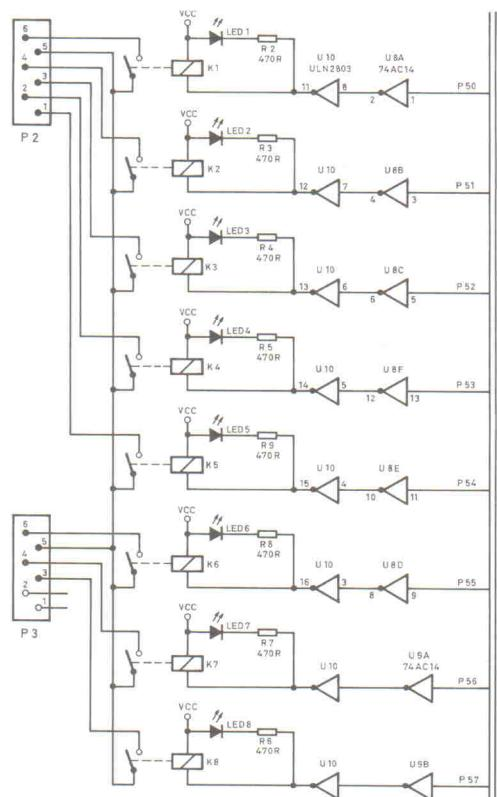

Bild 4. Nervenzentrale: Die Eingangsschaltungen für die Sensoren.
– und die Sensorsignal-Eingangsschaltung (Bild 4).